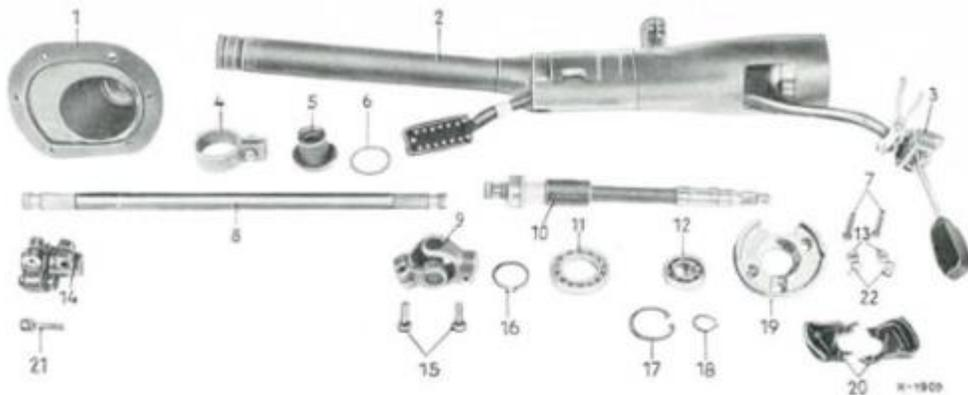

Bild 46-7/8
16. Lagerplatte (19) in das obere Ring-Rillenlager (12) und danach Sicherungsring (17) in die Lagerplatte einsetzen (Bild 46-7/8).
17. Sicherungshälften (20) an der Lagerplatte (19) anbringen, dabei die Druckfedern (22), die zwischen der Lagerplatte und den Sicherungshälften angeordnet sind, nicht vergessen. Die Innensechskantschrauben (7) jedoch nur einige Gewindegänge in die Vierkantschrauben (13) einschrauben (Bild 46-7/6).
18. Komplette Lenkspindel in das Mantelrohr einsetzen, dabei darauf achten, daß sich das mittlere Ring-Rillenkörper richtig im Klemmring (14) (Bild 46-7/5) befindet und die Gummimanschette unten am Mantelrohr von der Lenkspindel nicht hinausgestoßen wird.